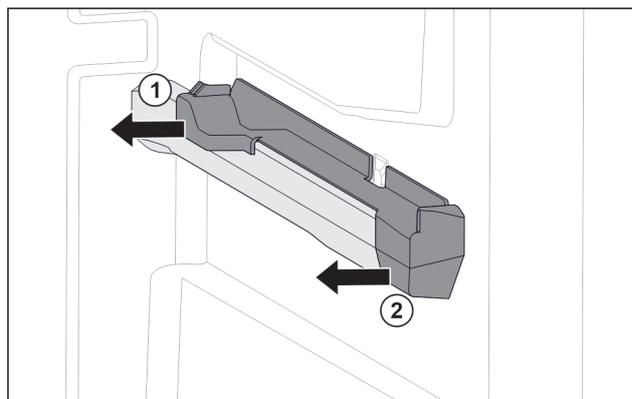

Fig. 43 Élément emboîtable sur la nervure de récipient droite
- Le retirer sur le côté par l'arrière. Fig. 43 (1)
- Le retirer sur le côté par l'avant. Fig. 43 (2)